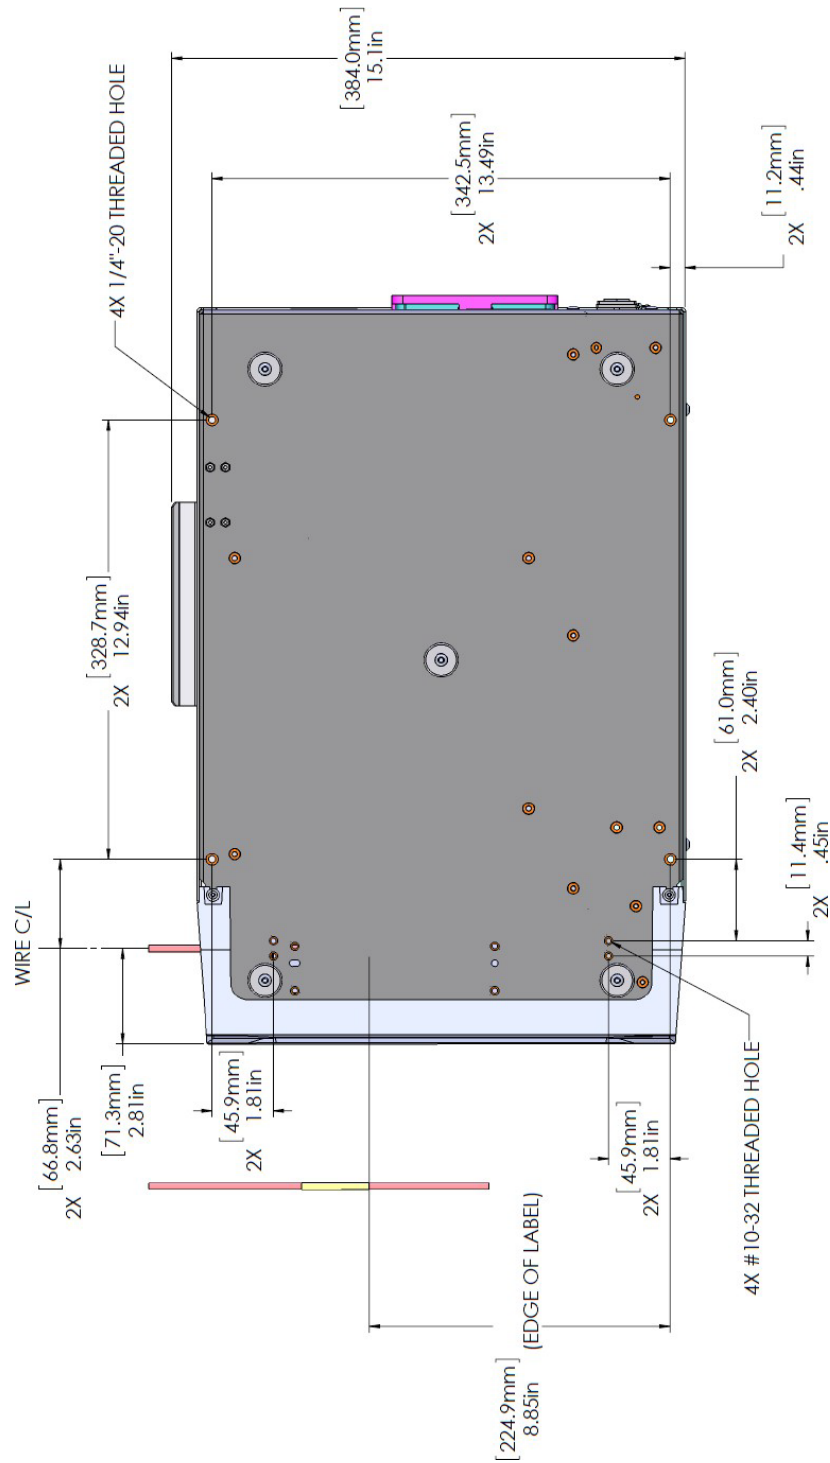

Figura A-1. Găuri pentru fixarea imprimantei
1. Folosiți-vă de dimensiunile din Figura A-1 de la pagina A-71 pentru a măsura și marca locația găurilor în suprafața de lucru.
Veți avea nevoie de patru șuruburi 10-32. Vezi Figura A-1 la pagina 71 pentru localizarea găurilor pentru șuruburi.